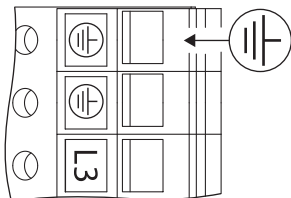

Fig. 23: puesta a tierra adicional
- Dada la intensidad de la corriente de derivación en los motores a partir de 11 kW, según EN 50178 se ha de conectar una puesta a tierra adicional y reforzada (Fig. 23).